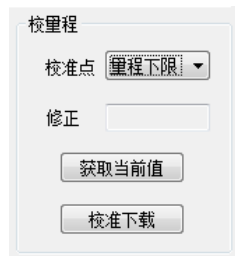

图5.5 量程校准-校准量程下限
- ① 变送器加标准的量程下限值压力，待压力稳定后，选择校准点“量程下限”，如图 5.5 所示，点击“获取当前值”，在“修正值”中将显示校准数据，点击“下载”，这时实际压力值为量程下限压力值，电流输出为 4 mA。